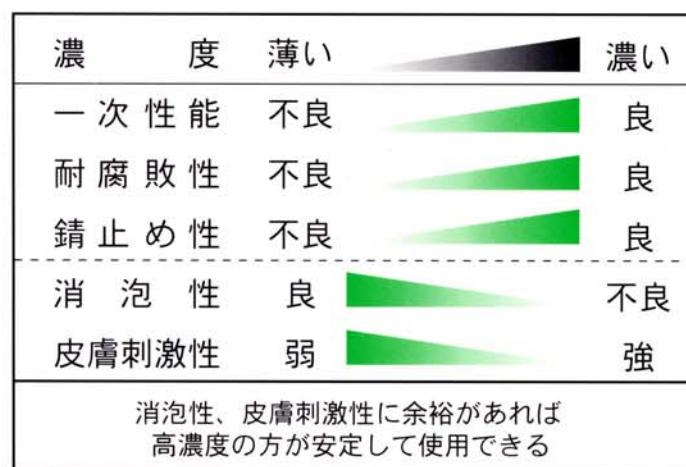

図3 濃度と諸性能との関係
③および④項は全てのタイプのクーラントに共通する事柄です。クーラントの濃度は次ページ図3に示すように諸性能と深い関係があり、特に、耐腐敗性、さび止め性等に大きく影響します。